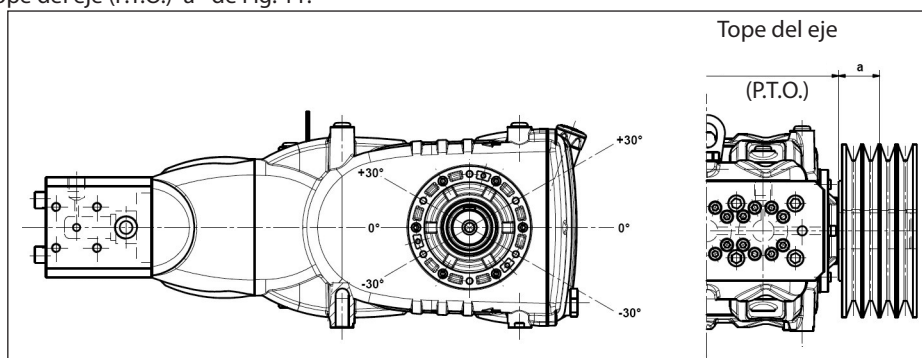

Fig. 11
La carga radial sobre el eje no debe ser superior a 7500 N (valor necesario para definir el Layout). La transmisión es considerada adecuada si tal carga es aplicada a una distancia máxima $a = 40$ mm del tope del eje (P.T.O) como se indica en la Fig. 11.
- b) Utilizar correas de alto rendimiento – por ejemplo **XPB** en lugar de **SPB** – ya que resultará necesario una cantidad inferior de correas en paridad de potencia transmitida y una consecuente distancia inferior de la resultante con respecto al tope del eje (P.T.O.) "a" de Fig. 11.
- e) Seguir la dirección del tiro de la correa como se indica en la Fig. 11 para exigencias diferentes ponerse en contacto con la **Oficina Técnica** o el **Servicio de Asistencia al Cliente**.